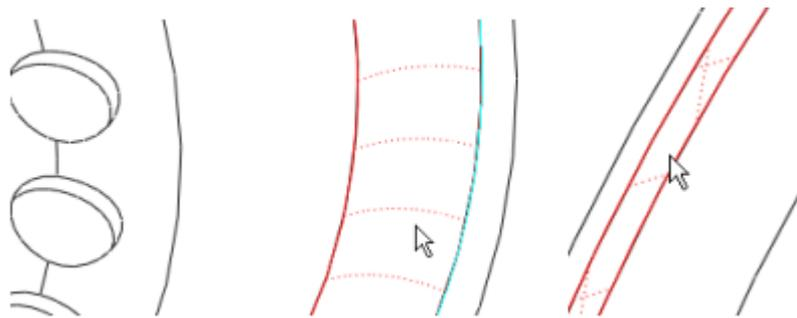

图 56-13
- (1) 单击  按钮 (或单击菜单【插入】 【倒圆角】命令), 打开倒圆角特征操控板。
- (2) 按下 CTRL 键, 依次选择模型边缘的内外侧曲面, 如图 56-13 所示。